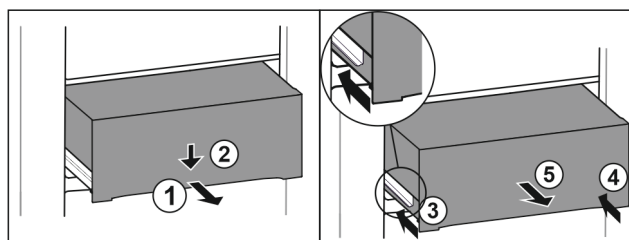

Fig. 129
- ▶ Tirer le tiroir jusqu'à mi-chemin. *Fig. 129 (1)*
- ▶ Appuyer sur l'avant du tiroir vers le bas. *Fig. 129 (2)*
- ▶ Insérer le rail gauche d'env. 2 cm. *Fig. 129 (3)*
- ▶ Insérer le rail droit d'env. 2 cm. *Fig. 129 (4)*
- ▶ Retirer le tiroir par l'avant. *Fig. 129 (5)*